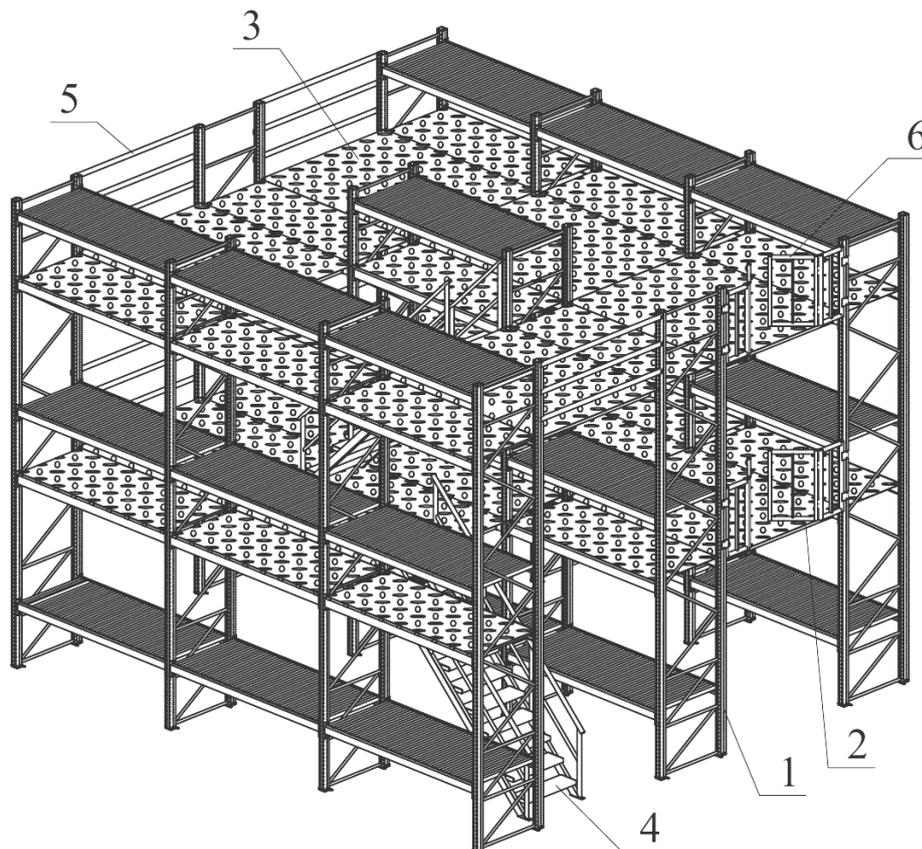

Рисунок 2 – Основные элементы стеллажа мезонинного
**Мезонинные стеллажи** (рисунок 2) по сравнению с фронтальными стеллажами имеют существенное отличие: доступ к товарам, размещенным на верхних ярусах, организовывается без специализированной складской техники. Персонал склада имеет возможность обслуживать каждый уровень многоуровневой конструкции как отдельный.